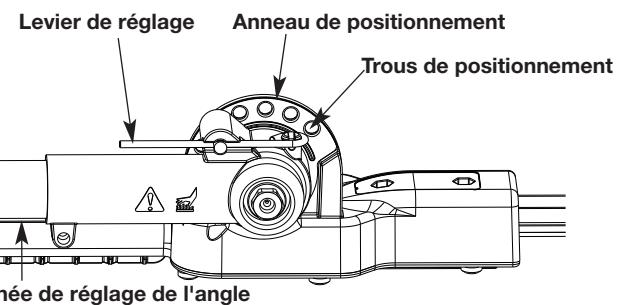

Fig. 4
- Prenez le levier de réglage (Fig. 4) et poussez-le pour desserrer la goupille-poussoir du trou dans l'anneau de positionnement.